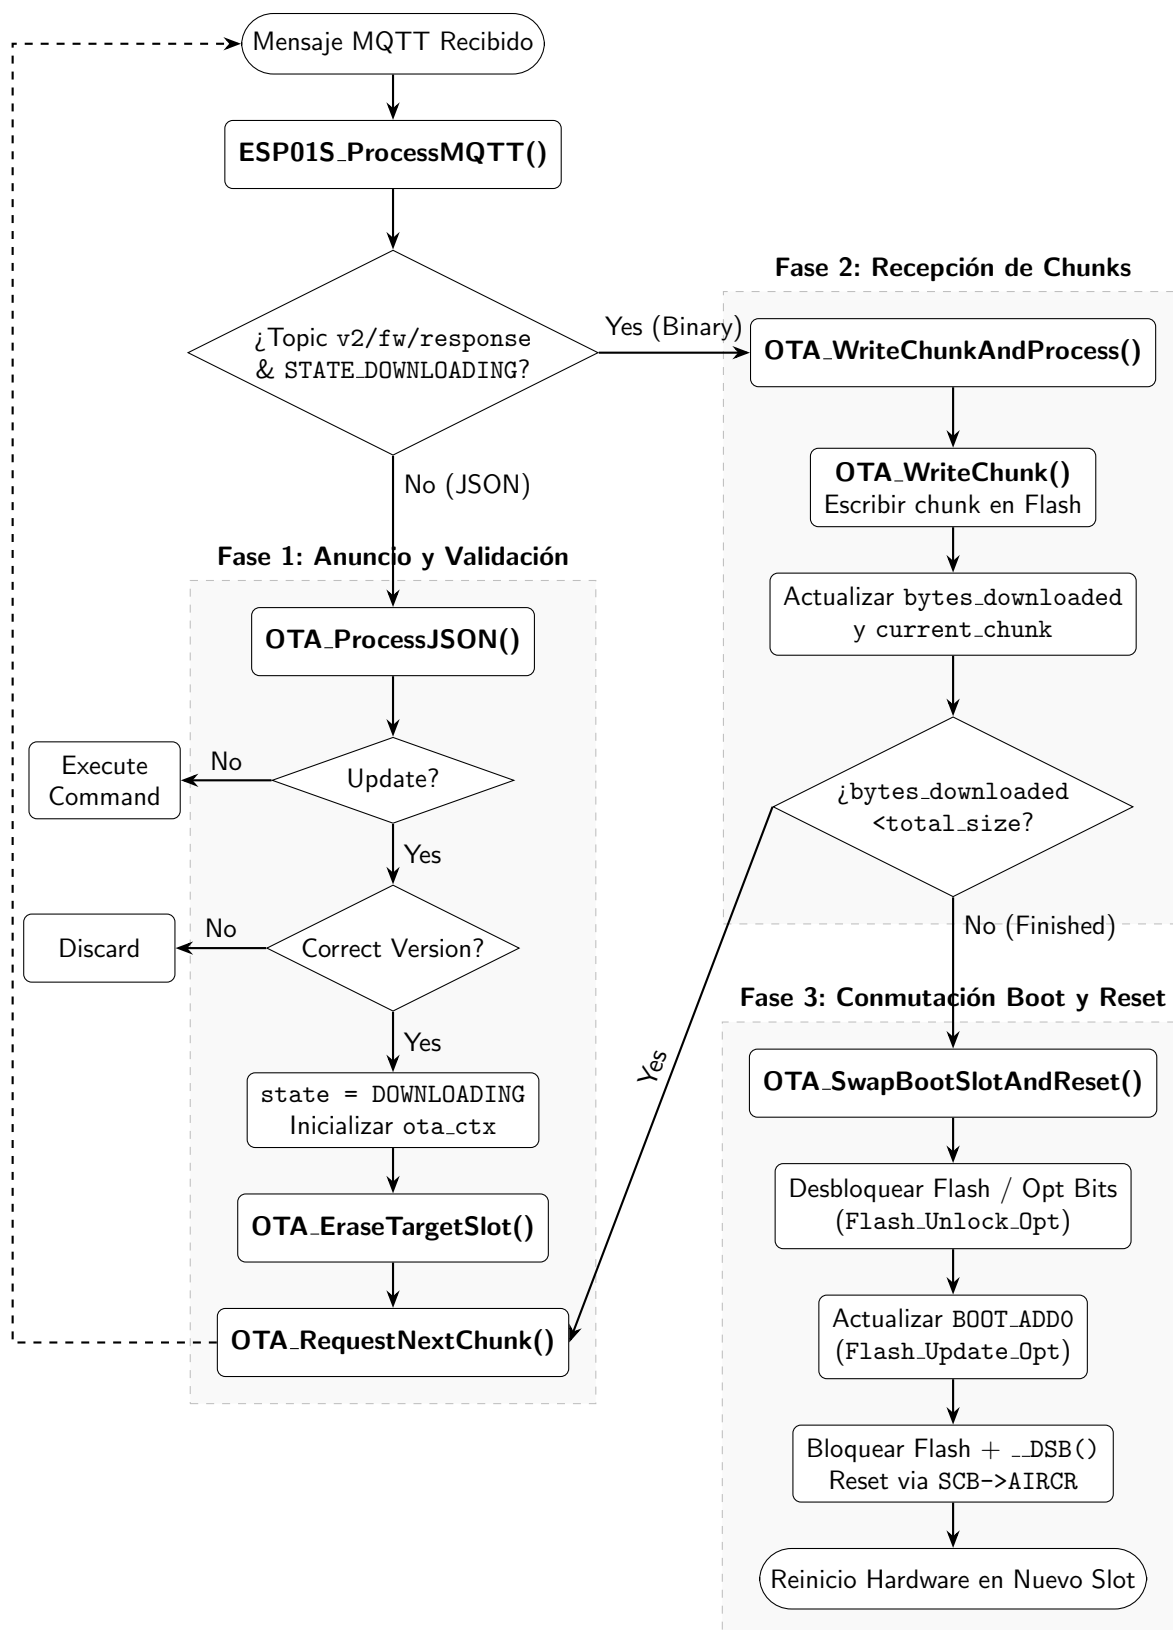

Figura 42: Diagrama de flujo de recepción OTA
Y... listo! Tras este proceso el procesador comenzará a ejecutar en el *slot* correspondiente. Al arrancar volverá a recibir la información del *firmware* disponible y, viendo que ya está actualizado, continuará su funcionamiento de manera normal. Podemos ver un resumen gráfico de todo el proceso en la Figura 42.